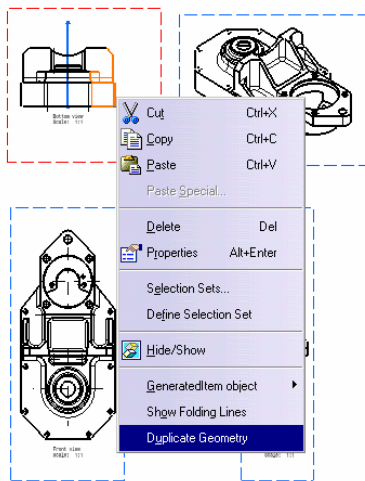

图 6-273
- » 步骤 03 在弹出的快捷菜单中选择 Duplicate Geometry (复制几何图形) 命令，如图 6-273 所示。复制的几何图形与三维数据不关联，可以进行剪切、对称等编辑修改。